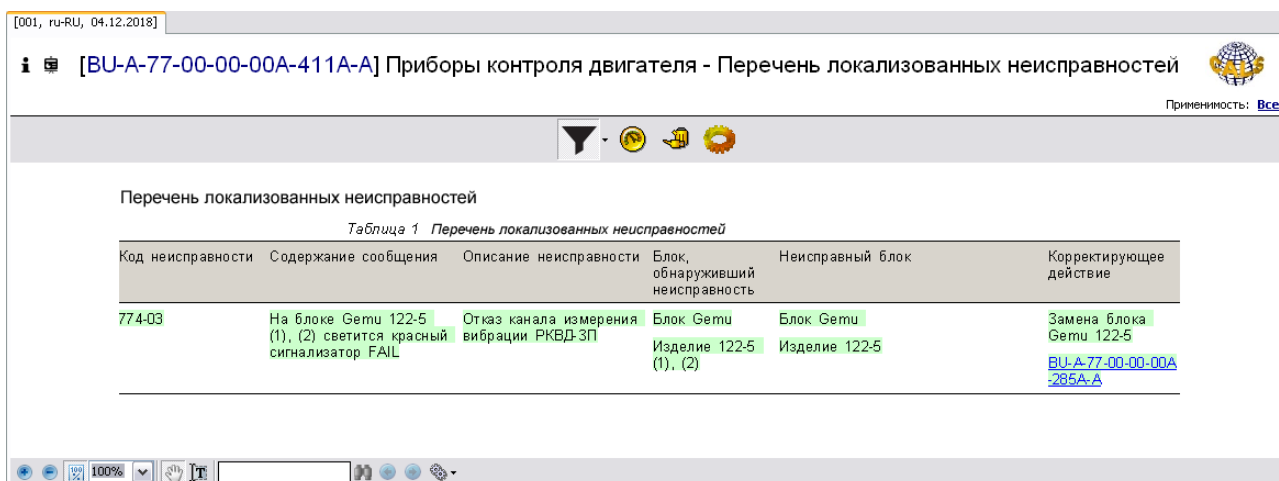

Рис. 146
4. Нажмите **Ок**. В окне просмотра МД будут показаны данные, соответствующие словам, введенным для фильтрации. Пример показан на Рис. 146.